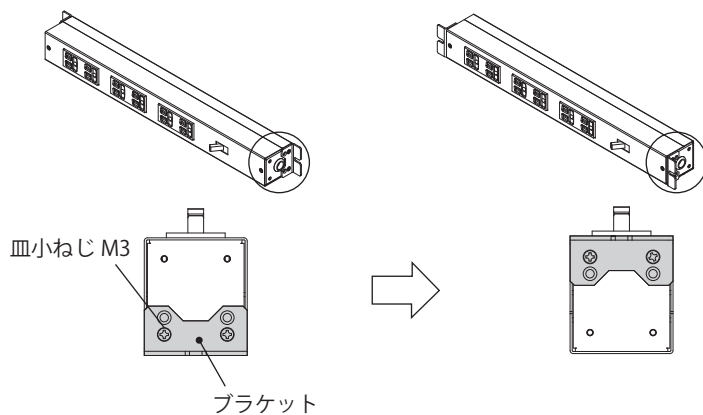

図 4
1. 皿小ねじ M3 を外して、ブラケットの取付位置を変更してください。(図 4)